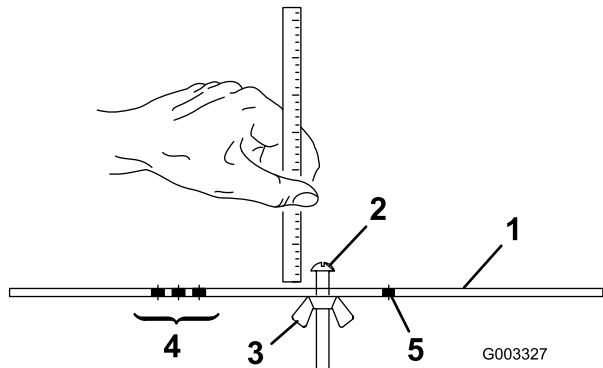

Figura 24
- Desaperte a porca da barra indicadora (Figura 24) e regule o parafuso de ajuste para a altura de corte desejada.